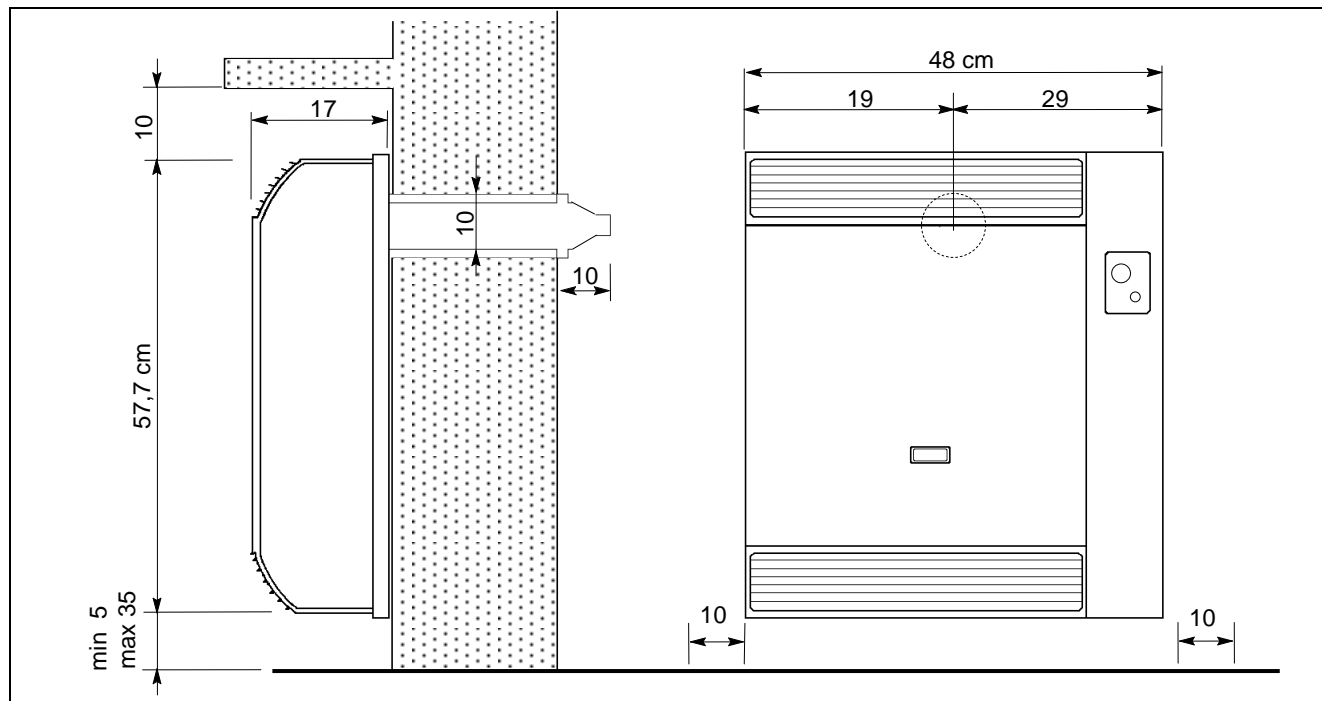

Fig. 1 – UDVENDIGE MÅL OG AFSTANDSKRAV
1. Radiatoren skal være monteret indendørs på en ydervæg. For at udføre vedligeholdelse skal afstandskrav i fig. 1 overholdes.